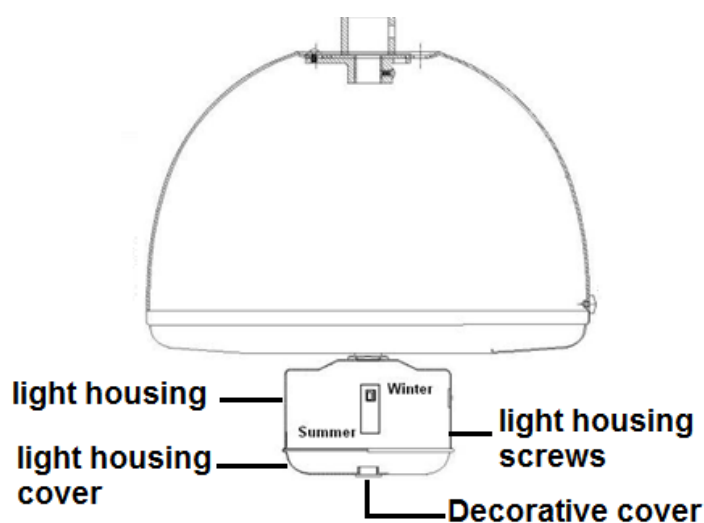

Fig. 8
1. Togliete il coperchio dell'alloggiamento della luce dall'alloggiamento della luce allentando le viti dell'alloggiamento della luce (Fig. 8)